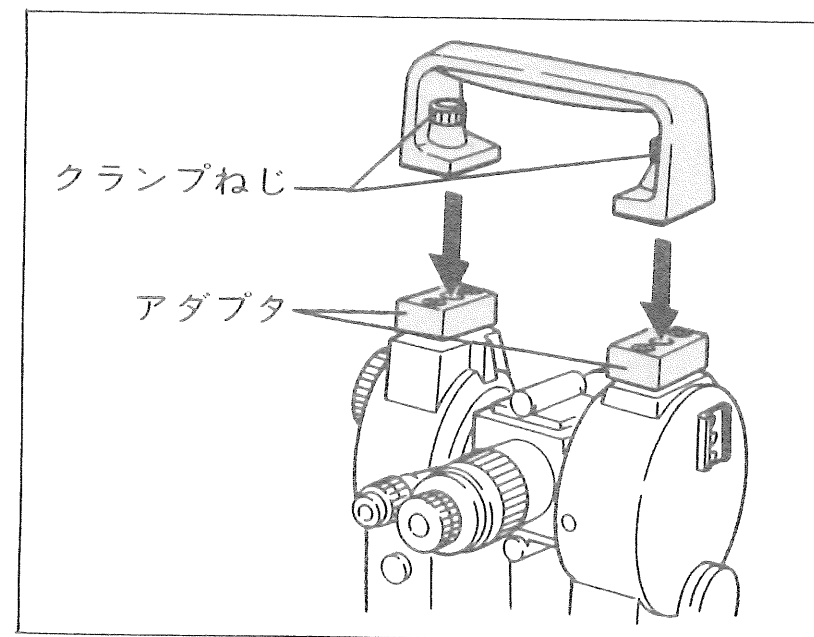

図41
- ① 本体上面にある付属品取付け座の化粧ビス (2箇所 計4本)を外します。
- ② キャリングハンドル取付けアダプタを、取付け座のほぼ中央の位置に取り付けます。ハンドルを取り付け、クランプねじで固定します。(図41)